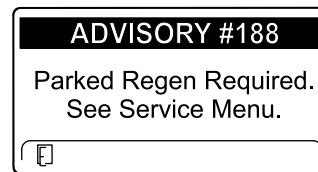

Bild 37
- Eine geparkte Regenerierung ist erforderlich, ADVISORY #188 (Bild 37)